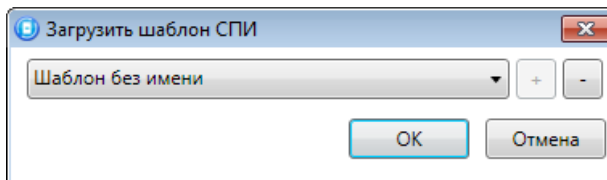

Рисунок 13.4 — Окно *Загрузить шаблон СПИ*
- *Загрузить шаблон настроек:* открытие окна *Загрузить шаблон СПИ* (см. рисунок 13.4), с помощью которого может быть сконфигурирован контроллер по предварительно созданному шаблону. Для того чтобы применить шаблон, выберите его в списке и нажмите кнопку *ОК*. Для того чтобы удалить один из сохраненных шаблонов, выберите его в списке и нажмите кнопку .